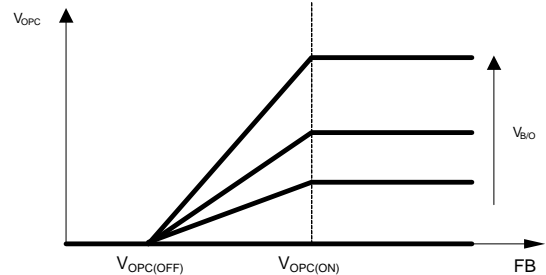

图 7: 补偿电流与 FB 和 B/O 电压的关系
采样电阻的电压上加入了与 B/O 电压成比例的偏移电压。B/O 电压与输入电压成正比。FB 和 B/O 上的电压相关的补偿如图 7 所示。V_{OPC} 可以使用公式 (4) 计算：